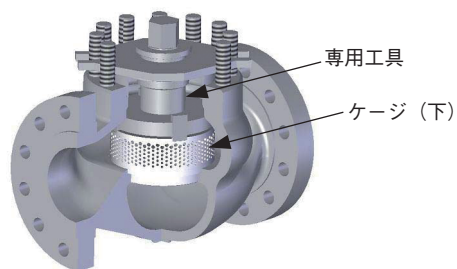

図4-5
- 【5】 専用工具を用いてケージ(下)を取り外してください。(図4-5参照)
- 【1】 ケージ(下)を本体内部に専用工具を使用して組み付けてください。(図4-5参照) 締付トルクは、表4-3を参照してください。